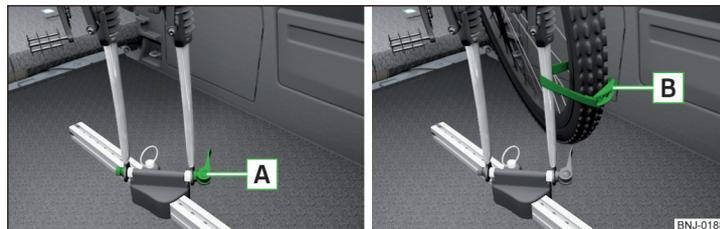

Fig. 108 Colocar o garfo dianteiro da bicicleta no suporte / Exemplo de fixação da roda dianteira
- Soltar o tensor rápido **A** » Fig. 108 do suporte e ajustar correspondentemente a largura do garfo da bicicleta.
- Fixar a roda dianteira com a cinta **B** no garfo dianteiro » Fig. 108 ou no quadro da bicicleta.